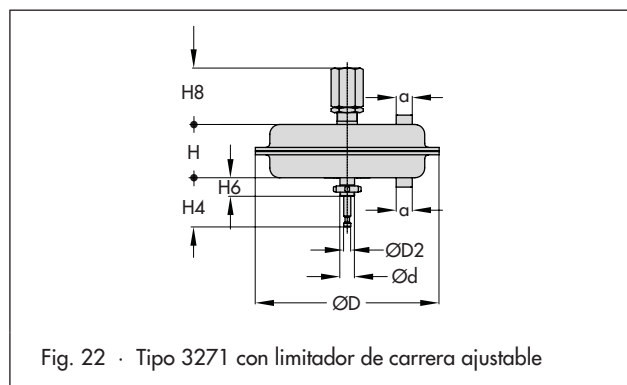

Fig. 22 · Tipo 3271 con limitador de carrera ajustable
2) Limitación de carrera en ambas direcciones ver fig. 22